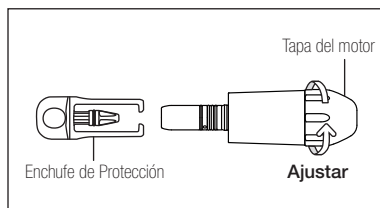

Fig.10
- 4) Atornille la tapa del motor al motor. Coloque el Enchufe de Protección en la ranura del motor. (Fig. 10)